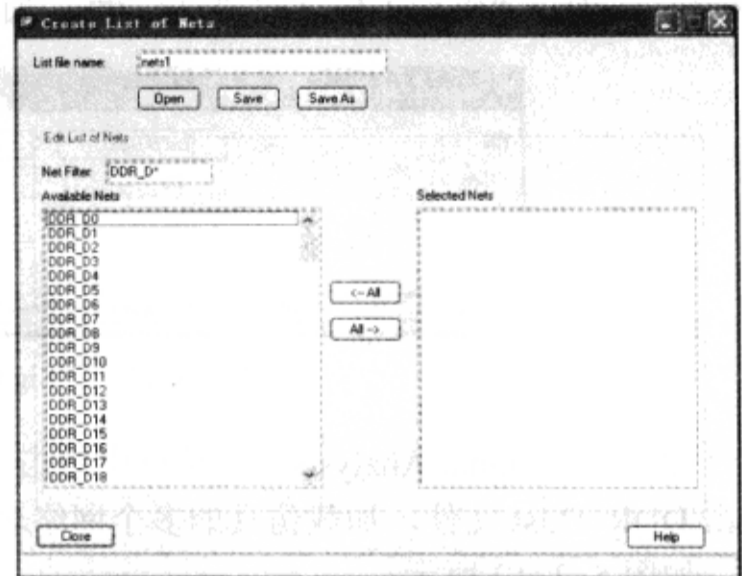

图 5-3-9 选择网络成员
(2) 在“Net Filter”栏输入“DDR\_D\*”→按“Tab”键，如图 5-3-9 所示。